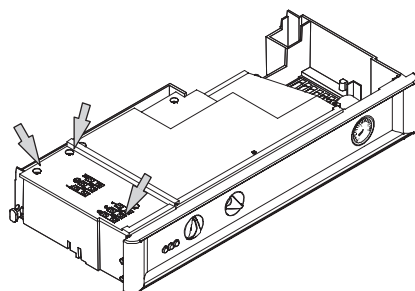

Figura 5.7
- Svitare le viti e rimuovere il coperchio copri morsetteria Figura 5.7.